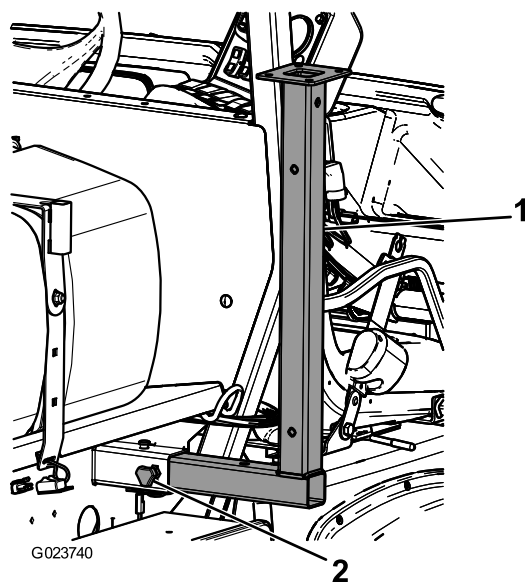

Figure 47
1. Insérez les pieds de support avant à l'envers, près des points d'attache avant (Figure 47).